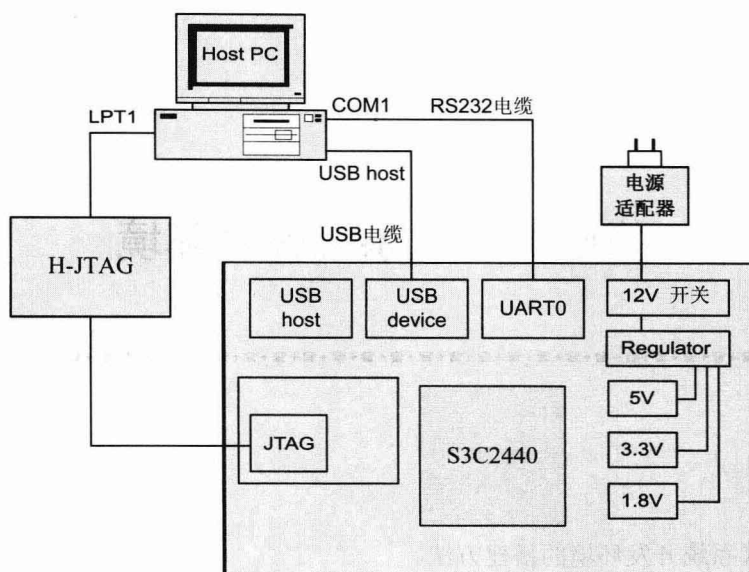

图 1-1 开发板硬件开发环境
(1) 将 S3C2440 开发板按图 1-1 所示建立嵌入式下载开发环境。S3C2440 开发板的串口(UART0)与 PC 机的 COM1 口相连, 这主要是为了通过串口来观察开发板的状态, 并对开发板进行调试; 开发板的 USB device 接口与 PC 的 USB host 相连, 用于文件的下载; 开发板的 JTAG 接口通过 H-JTAG 连接 PC 的 LPT1 口, 用于对开发板的裸板(即板内无程序)进行程序的烧写。